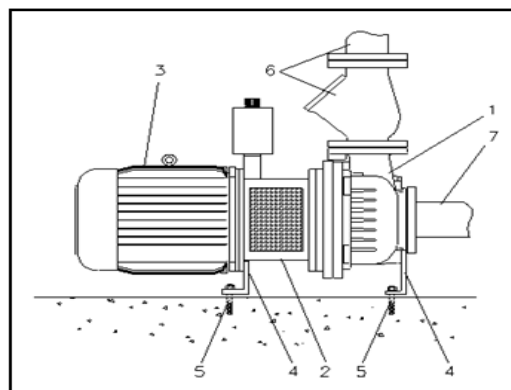
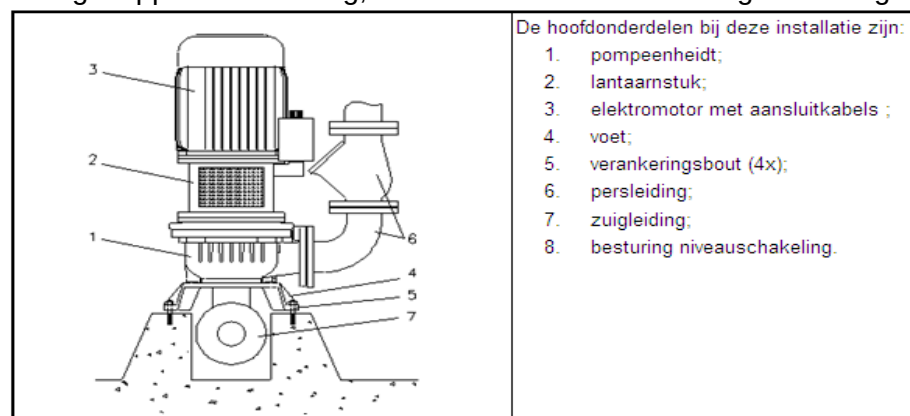

Fig. 7.5
Fig. 7.6
Kort gekoppelde uitvoering, horizontaal of vertikaal zie fig. 7.5 en fig 7.6.
- De voet wordt verankerd aan de fundatie d.m.v. de 4 bevestigingsgaten, zie fig. 7.5 en fig 7.6 pos. 5.